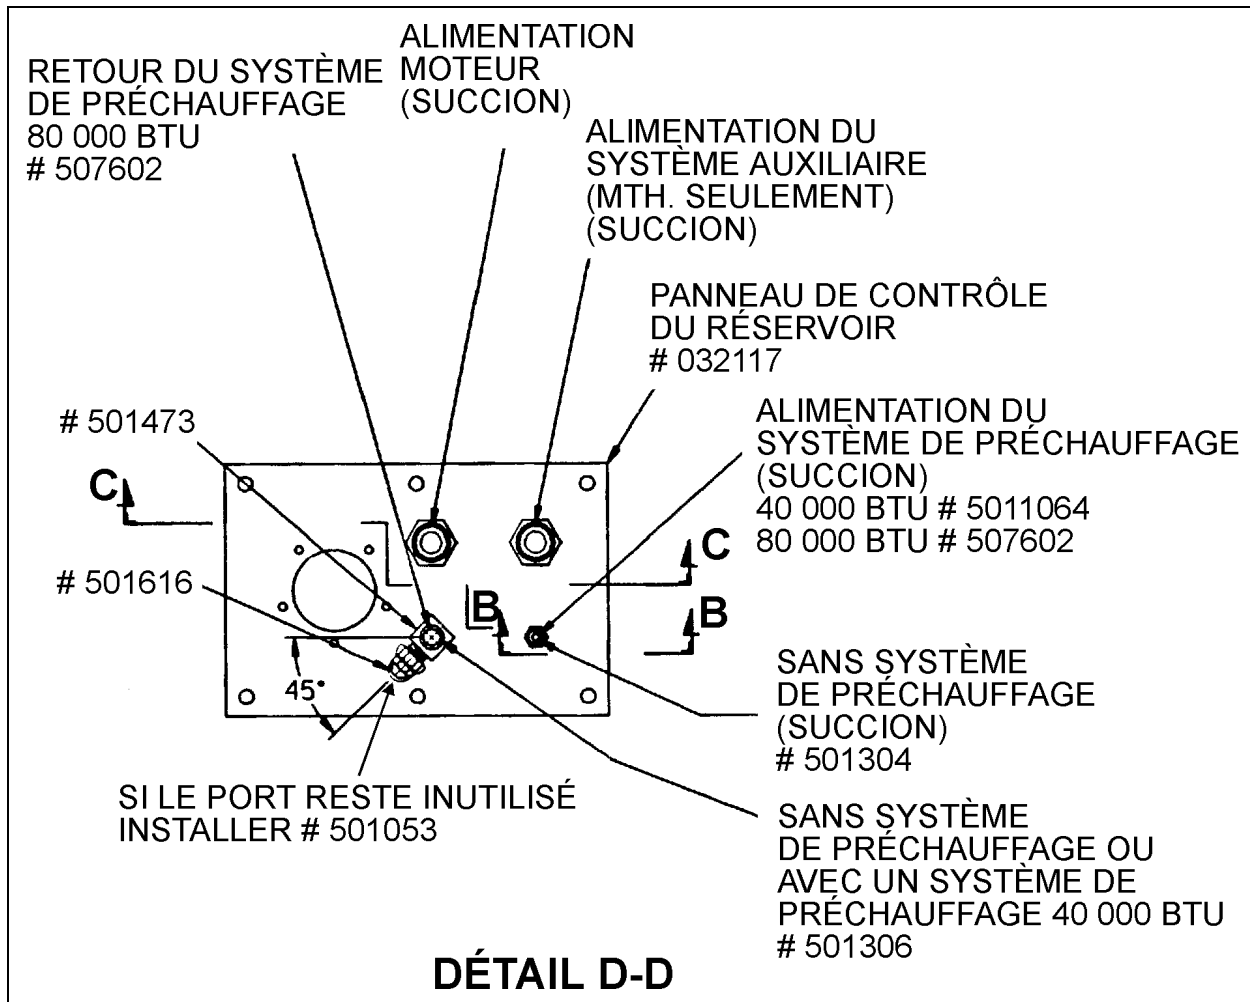

FIGURE 5
2. Assembler sur le nouveau panneau de contrôle du réservoir les adaptateurs pour: le boyau de retour du système de préchauffage, le boyau de retour du système auxiliaire (Fig. 5).
2. Si applicable, assembler le boyau d'alimentation du système de préchauffage, le boyau de retour du système de préchauffage, le boyau d'alimentation auxiliaire et/ou le boyau de retour auxiliaire au panneau de branchement du réservoir de carburant (Fig. 5).
- Mettre le bouchon sur le port de retour (Prévoist #501306) et l'alimentation (Prévoist #501304) du système préchauffage» (Fig. 5).
- Mettre le bouchon (Prévoist #501306) sur le port de retour du système de préchauffage (Fig. 5).